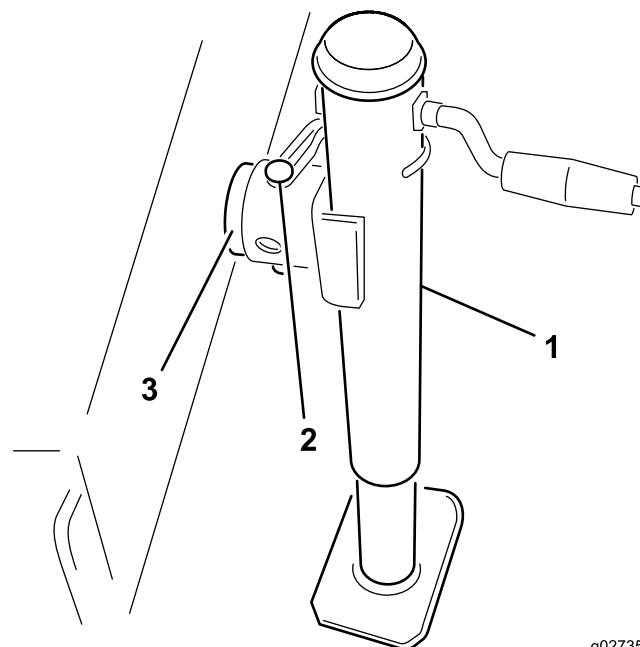

Figura 2
2. Coloque o macaco no pino da estrutura e prenda-o com o pino (Figura 2).